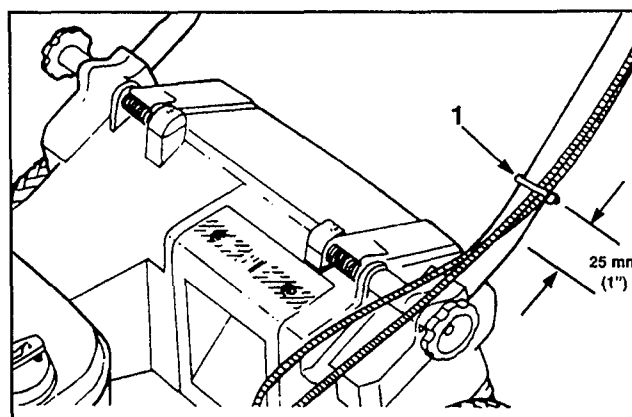

Figura 3
- Usate un fermaglio per fissare il filo(i) al lato inferiore del tubo di sinistra (Fig. 3). Il fermaglio dovrebbe essere situato a 25 mm (1") dalla curva della stegola. Vedere la figura 3 per la posizione corretta.